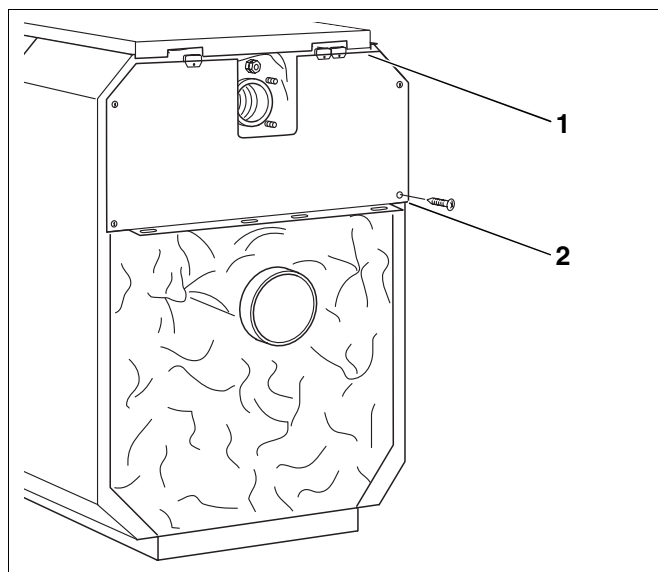

Fig. 55 Montarea peretelui posterior, de sus, al cazanului
- Peretele posterior de sus al cazanului se introduce sub capacul posterior al cazanului (fig. 55, **poz. 1**) și se fixează din spate cu patru șuruburi de tablă de pereții laterali (fig. 55, **poz. 2**).